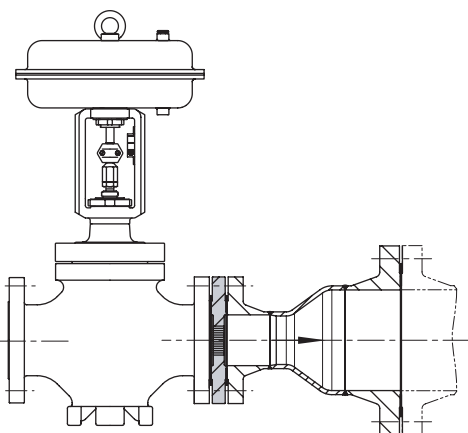
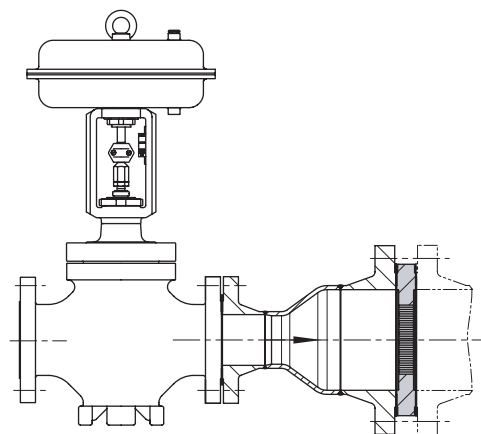

Рис. 3: Тип 3381-1: Шумопоглощающая пластина на выходе из клапана, перед трубопроводным расширителем
Рис. 5: Тип 3381-1R: уменьшенная конструкция, установленная после трубопроводного расширителя
- Шумогаситель Тип 3381-1 с одной пластиной (см. рис. 3 и 4) или шумогаситель Тип 3381-1R с одной пластиной уменьшенной конструкции (см. рис. 5)
- **Тип 3381-1** · Шумопоглощающая пластина монтируется между клапаном / труборасширителем и фланцем трубы (рис. 3 и 4).
- **Тип 3381-1R** · Уменьшенная конструкция с использованием меньшего количества материала: одна шумопоглощающая пластина с уменьшенным диаметром и толщиной монтируется между клапаном / труборасширителем и фланцем трубы (рис. 5). Доступны стандартные материалы с DN 200 / NPS 8 и более в зависимости от номинального давления, указанного в таблице 2.
Шумопоглощающая пластина для Тип 3381-1 может быть установлена перед и/или после трубопроводного расширителя (рис. 3, 4 и 6). Номинальный размер шумопоглощающей пластины зависит от номинального размера клапана или трубопроводного расширителя.
Для Тип 3381-1R, диаметр и толщина шумопоглощающих пластин уменьшены по сравнению с Тип 3381-1 (рис. 5).